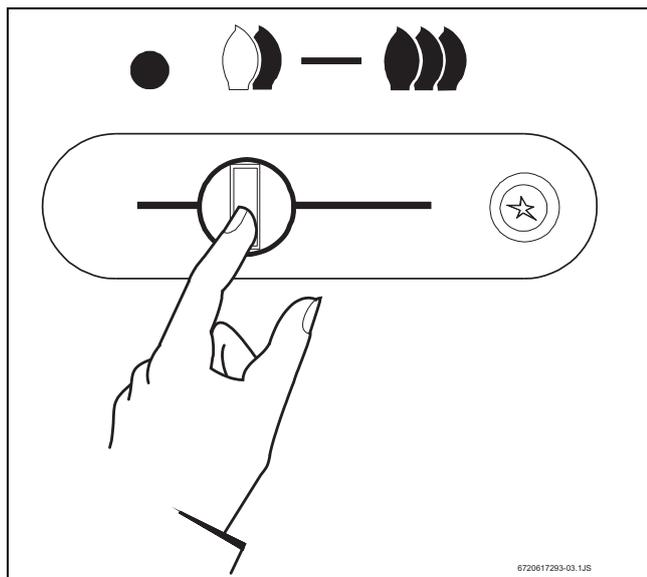

Fig. 3
- ▶ Commuter, en premier lieu, le bouton de réglage coulissant de la position « Éteindre » à la position « Allumer » (Fig. 3).